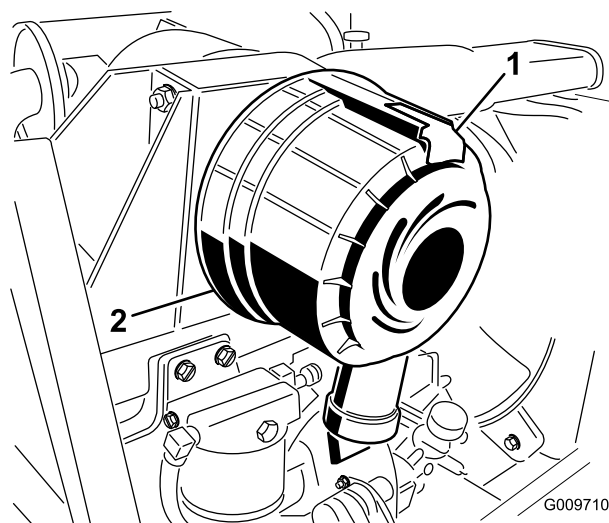

**Figure 25**
Faites l'entretien du filtre à air uniquement quand l'indicateur de colmatage (Figure 25) indique que cela est nécessaire. Changer le filtre à air prématurément ne fait qu'accroître le risque de contamination du moteur par des impuretés quand le filtre est déposé.
6. Réarmez l'indicateur de colmatage (Figure 25) s'il est rouge.